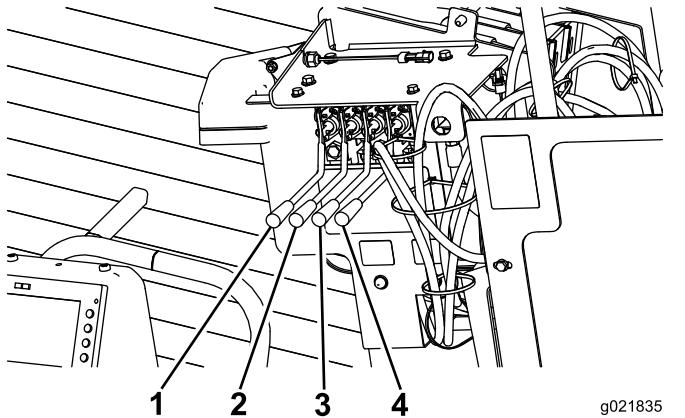

Рисунок 47
- Нажмите два рычага правых стоек для опускания правых стоек с вращением шнеков до полного погружения в грунт (Рисунок 47).